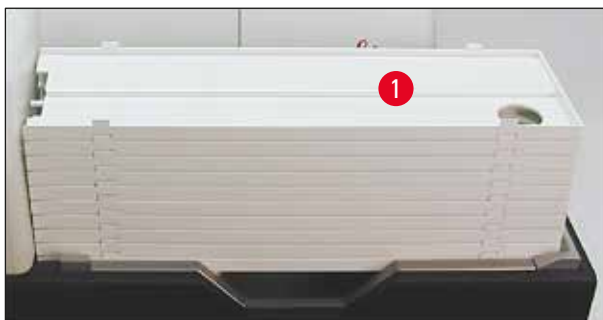

Abb. 43
1. Den Tablettstapel (→ "Abb. 43-1") auf den Hubtisch der Entnahmestation aufsetzen (→ "Abb. 43").